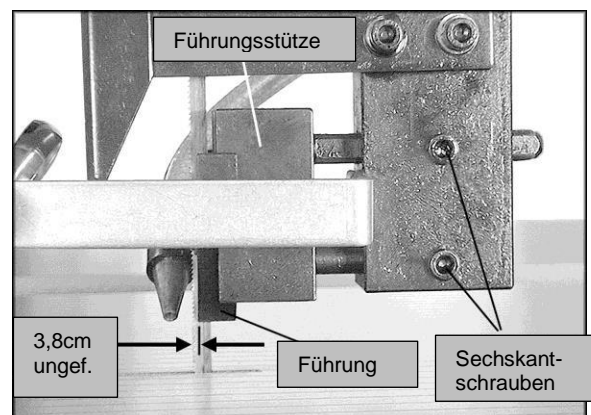

Abb. 8
1. Lösen Sie die beiden Sechskantschrauben am Führungsgehäuse. Siehe Abb. 8.
Blattzähnen eingestellt werden. Siehe Abb. 8.